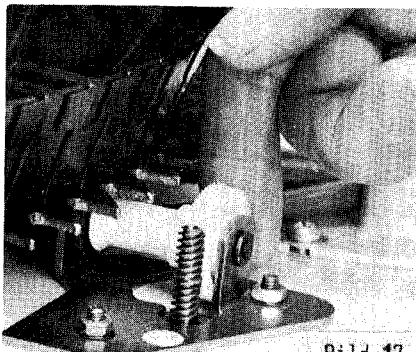

Bild 17
Note: The bevel wheels (ref. Parts List Fig. 17, pos. 24) have 2 marks, a long, thin one and a short, thick one. The short, thick mark is the ruling one. As both wheels are the same but mounted in opposition, the marks repeat at a distance of 16mm or 40° for the thick ones and 22 mm or 55° for the thin ones. A wheel with thin markings only is properly installed when the marks -c-, Bild 6 are in line with the next tooth towards the other marking. In case both bevel wheels are out of position one tooth equidirectional, the arm's vertical position is good but the horizontal alignment at play position then requires a considerable shift of position for both stopper screws (ref. to chapters below) and at that alignment the stop shoulders will meet the stopper screws at edges only instead at full surface areas.
Les roues dentées (voir pièces détaillées fig. 17 pos. 24) possèdent deux repères, un long et un court, seul valable est le court, plus épais. Ce repère, court, se répète 40° degrés, car les roues dentées sont alors les mêmes. Pour les roues dentées ne possédant qu'un seul repère, le montage est correct que si le repère A se trouve déplacé d'une dent par rapport au
Der Korbmotor (Bild 17) muß mit der Schnecke etwa 0,2 mm Spiel im Zahnräder haben. Zur Prüfung den Plattenkorb vom Reibrad etwas abheben und das Schneckenrad bewegen; etwas Spiel muß sichtbar sein. Korrektur durch Versetzen des Motors.
The Record Carrier Worm Drive (Bild 17) should not engage too tightly. Lift carrier off the drive and move pinion as shown, the worm should slack with a gap of around 0,2mm. Adjust by shifting the motor (7 mm spanner).
Le moteur d'entraînement KM (fig.17) Le jeu doit être environ de 0,2mm entre la vis sans fin métallique et le pignon en plastique. Soulever alors le magasin. Le réglage doit être corrigé par les deux vis de fixation du moteur sur le châssis comme le montre la fig.17